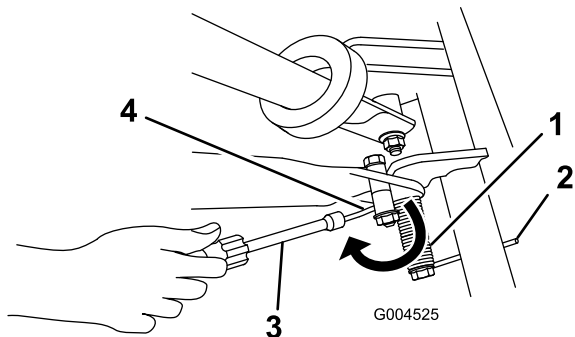

Bild 7
- Setzen Sie eine Mutternbuchse auf das Ende der Feder, das zum Heck zeigt, und schieben Sie das Ende der Feder über und unter das Distanzstück des Ständers (Bild 7).